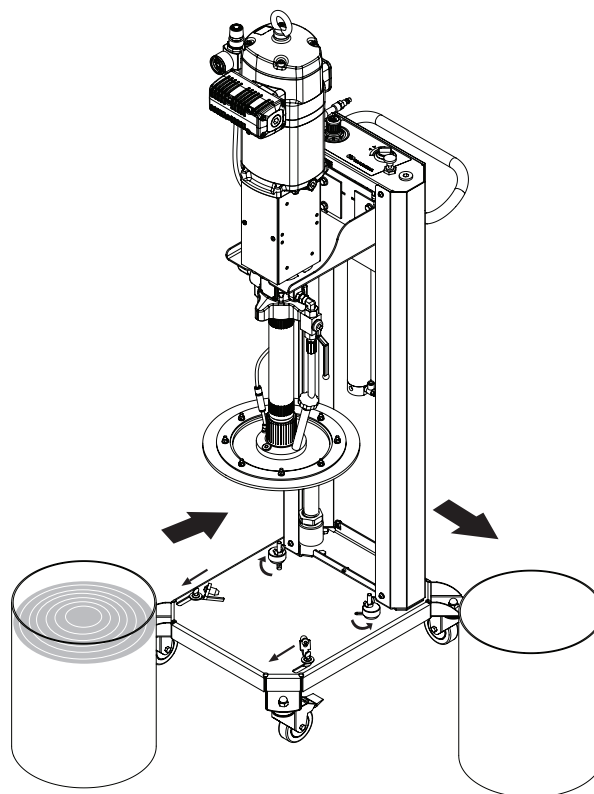

Fig. 12
- Una vez izada la bomba abra las grapas de fijación del bidón (Fig. 12).
- Retire el bidón y reemplace por uno nuevo siguiendo las instrucciones detalladas anteriormente (Fig. 12).